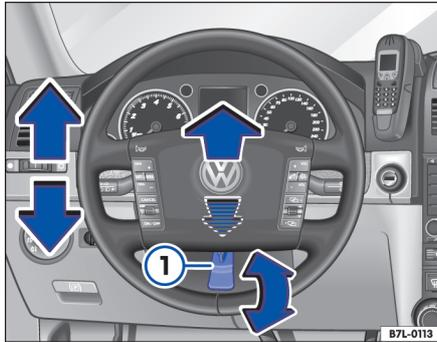

Fig. 51 Palanca 1 para el ajuste manual del volante
– Tire hacia abajo de la palanca ⇒ fig. 51 ① situada debajo de la columna de dirección ⇒ .